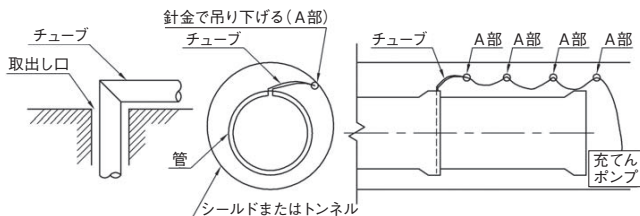

図 51 チューブの取出し
- 2) 受口溝にチューブがねじれないように挿入する。このとき、溝内のチューブが垂れてこないように粘着テープでこのチューブを仮止めしておく。チューブの端部は、溝上方のチューブ取出し口から管外に取出し、図 51 に示すようにシールドまたはトンネル内面に針金などで吊り下げながら次の管の受口部付近まで引き出しておく。このとき、吊り下げ部 (図 51 の A 部) でチューブが折れ曲がらないように注意が必要である。